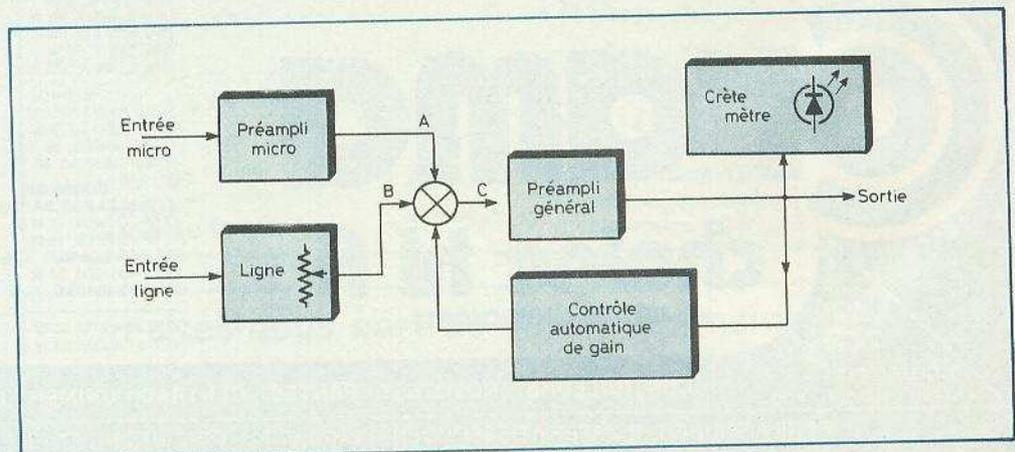

Fig. 1. - Synoptique complet du montage destiné à superposer un commentaire à un fond musical.
Comme le montre la figure 1, l'ensemble est assez simple. On trouve en effet, en partant de l'entrée, un préampli micro car les signaux issus de celui-ci sont très faibles, et, un bloc « ligne » comportant un potentiomètre qui permet de pré régler le niveau ligne par rapport au microphone. Puis ces signaux attaquent le sommateur (S) dont il faut préciser que les entrées ont des sensibilités différentes. On trouve ensuite le préampli général qui permet d'obtenir un niveau de sortie exploitable sur tous les appareils. On trouve aussi un crête-mètre. Celui-ci permet de faciliter le pré réglage de l'entrée ligne qui dépend de la source sonore utilisée. Mais il ne faut pas oublier le contrôle automatique de gain qui constitue en fait, l'âme du montage. Nous reviendrons plus loin sur son fonctionnement exact. Il faut
1. On règle par P1 le niveau des signaux « ligne » grâce au crête-mètre de manière à ce que les signaux en A et B (fig. 1) soient du même ordre. L'amplitude des signaux à la sortie du préampli général est alors trop faible pour faire conduire T5, donc T2 n'a aucun effet sur le montage.